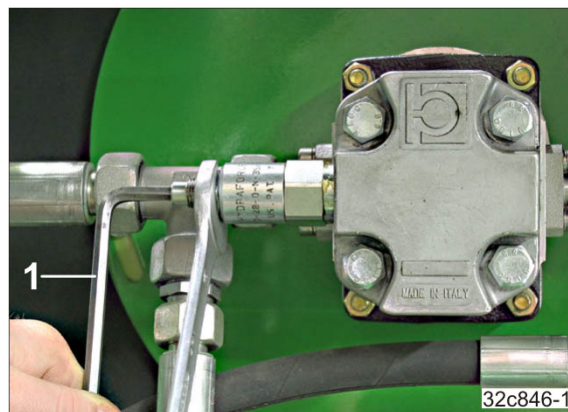

Fig. 206
1. Løsn kontramøtrikken (Fig. 206).
2. Indstil trykbegrænsningsventilen på det fabriksindstillede mål "21 mm" (Fig. 206).
- 2.1. Drej skruen tilsvarende med unbrakonøglen (Fig. 206/1).